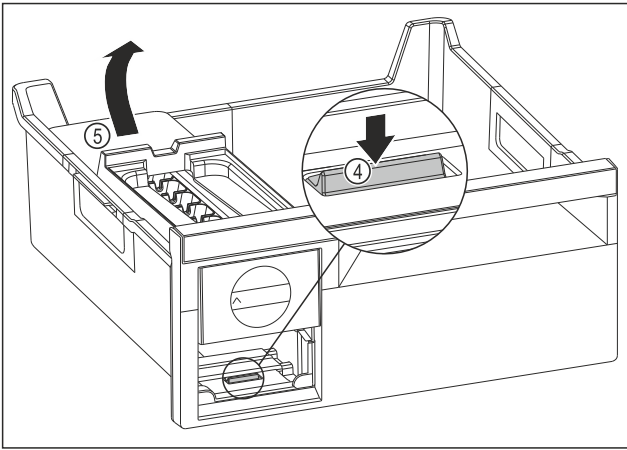

Fig. 136
- ▶ Scoaterea corpului EasyTwist-Ice: Apăsați eclisa Fig. 136 (4) cu degetele în jos și concomitent cu cealaltă mână ridicați corpul EasyTwist-Ice Fig. 136 (5) din spate.